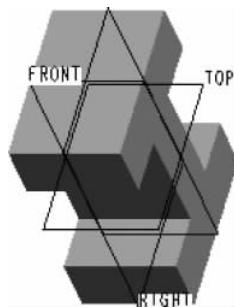

图 3-14 工字钢模型的基本特征
② 特征的所有参数定义完后，可单击操作面板中的“预览”按钮 ，预览所创建的实体，以检查各要素的定义是否正确，以便随时修改。
③ 预览完成后，单击操作面板中的“完成”按钮  或单击鼠标中键，最终完成基础特征的创建，如图 3-14 所示。